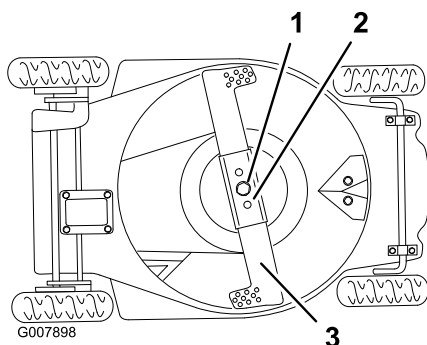

Figura 33
2. Vuelque el cortacésped hacia su lado **izquierdo** (Figura 33).
2. Retire el perno de la cuchilla, la arandela de freno, la cuchilla y el refuerzo de la cuchilla (Figura 33).